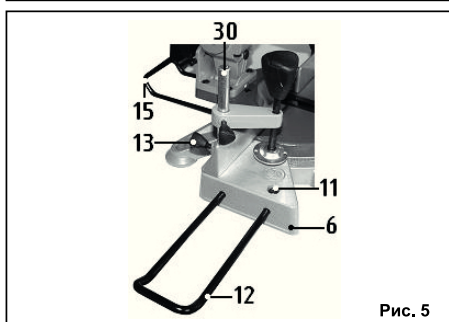

Рис. 5
8.4. Установка удлинительных рабочего стола (Рис.5)
8.4.3. Как показано на (Рис.5) установите удлинитель (12) в посадочные гнезда на основании (6) до упора.
8.5. Установка струбицы (Рис.5)
8.5.3. Как показано на (Рис.5) установите стойку струбицы (30) в гнездо на основании (6).